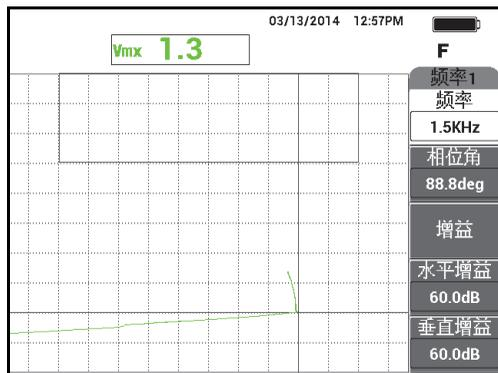

图 5-93 对锥形区域的扫查
- 按清屏键（），然后慢慢扫查锥形区域，在完成扫查后，按冻结键（）。扫查结果的示例如第 180 页的图 5-93 所示。